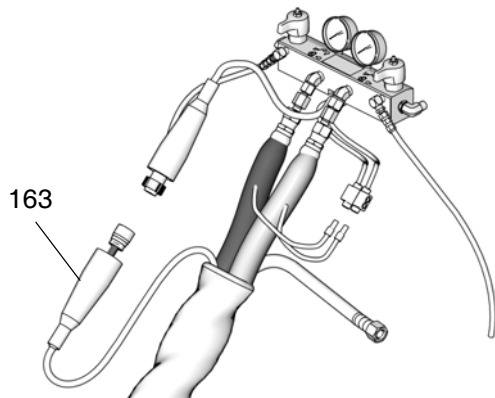

図 72: FTS ケーブルの取り外し
2. プロポーショナーの FTS ケーブル (163) を取り外します。図 72 を参照してください。